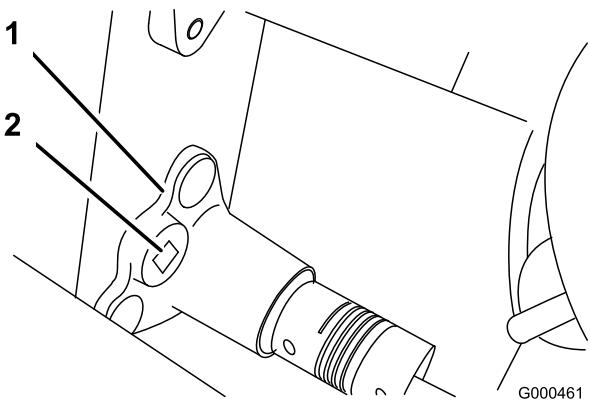

Figura 39
- B. Con una chiave torsiometrica da 9,5 mm (3/8") girate la sede del cuscinetto ad una coppia di 4-4,5 Nm per impostare la tensione della cinghia (Figura 39).